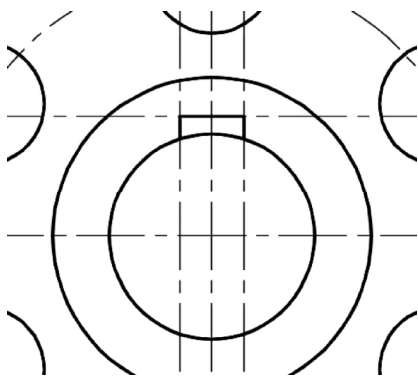

图 13-59 绘制轮廓线
10) 使用 LINE 命令根据辅助线连接相应的交点来绘制图 13-59 所示的 3 小段连续的轮廓线。